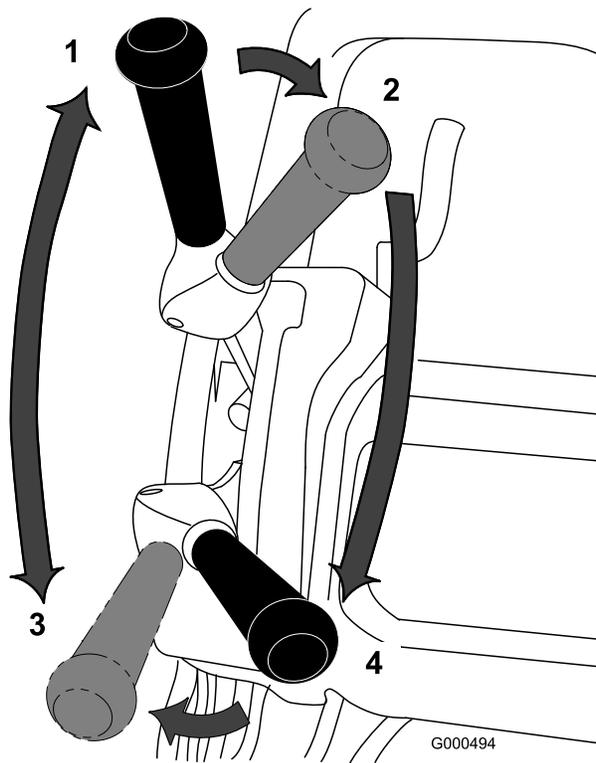

图30
1. 启动机器，将速度控制杆设为“零”位置，向下推动手柄以提起滚刀组，压低操作员到位控制装置，将牵引杆移至“接合”位置（图30），缓慢增加速度控制设置，使剪草机行驶到果岭的环圈上。
3. 首先分离牵引杆，然后将其向左前方移动，接合牵引和滚刀驱动（图30）。